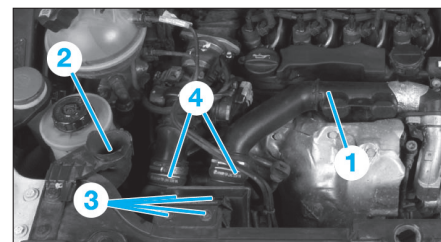
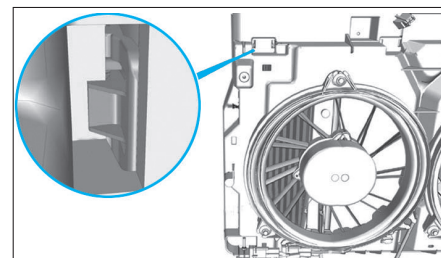

Fig. 56
Fig. 57
- le résonateur (1) (Fig.56),
- le conduit d'évacuation d'eau (2),
- les vis (3)
- Désaccoupler et écarter les manchons d'air (4)
- A l'aide d'un tournevis plat, dégrafer la fixation de l'échangeur air/air (Fig.57).